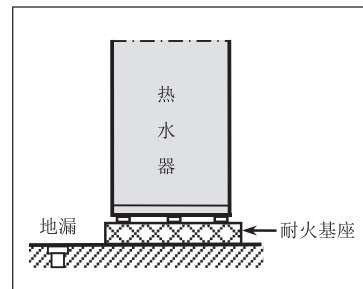

图2
- ◆ 建议将热水器放置在一高度不小于50mm的耐火基座上，如图2所示；基座附近应有排水畅通的耐高温地漏，以防止万一热水器或管道泄水而损坏其它设施！